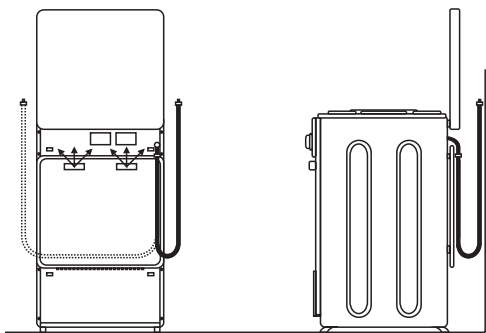

Рисунок 17 — Схема расположения гибкого шланга
7.5 При подключении плиты к газопроводу с помощью шланга должны быть соблюдены следующие требования (см. рисунок 17):